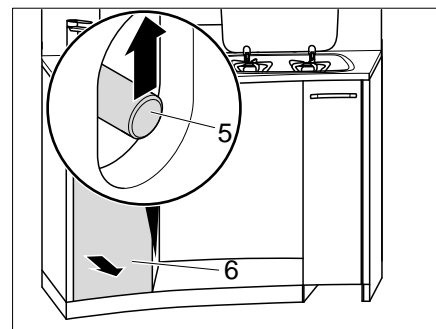

Bild 123 Hohe Küchenschublade entriegeln
- Durch die Öffnung greifen und Schubstange (Bild 123,5) nach oben schieben.